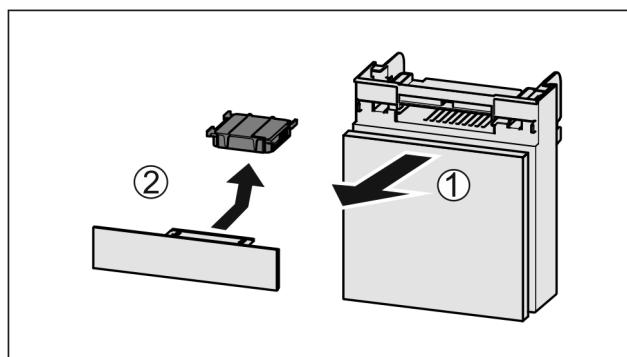

Fig. 75
- Вытянуть Fig. 75 (1) отделение движением вперед.
- Извлечение Fig. 75 (2) фильтра с активированным углем.